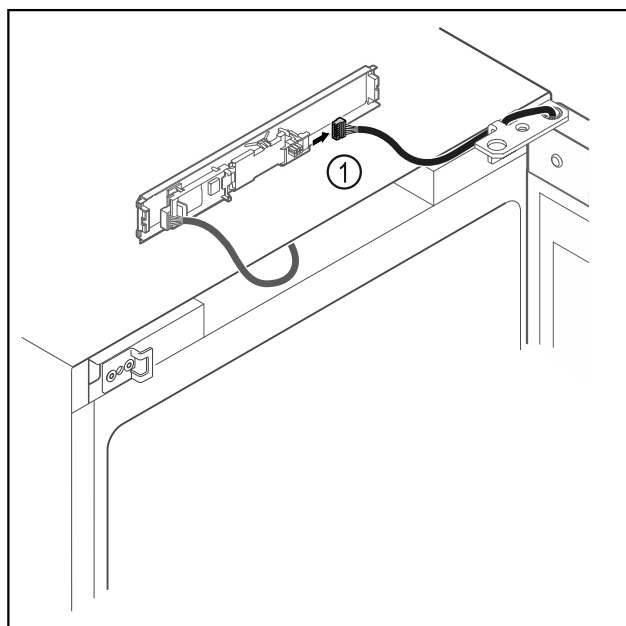

Fig. 14
- Húzza ki a dugót Fig. 14 (1) a NYÁK-ból.